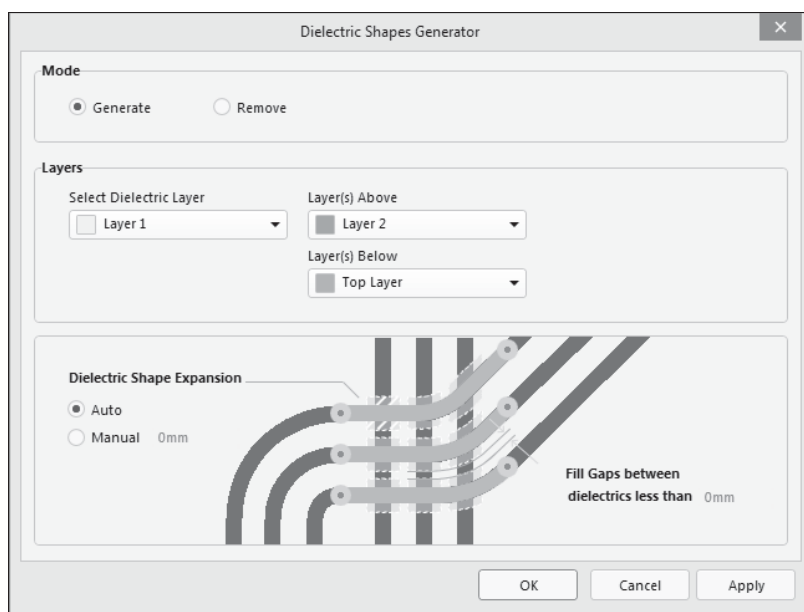

Рис. 6.69. Окно генератора изоляционных перемычек
вое окно **Dielectric Shapes Generator** (рис. 6.69), в котором следует выполнить следующие настройки:
- в полях **Layer(s) Below** и **Layer(s) Above** указать слои структуры, лежащие снизу и сверху от изоляционного пятна. В нашем примере указываем проводящие слои **Top Layer** и **Layer 2** (см. рис. 6.69);